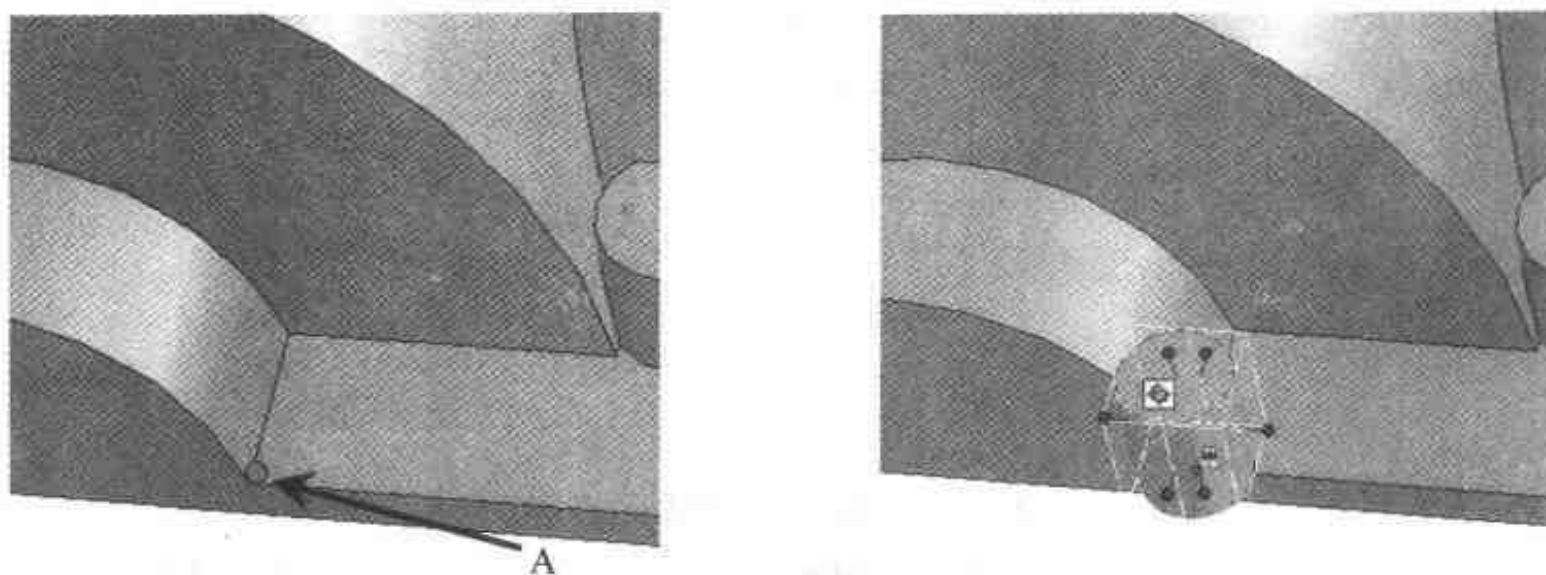

图 2.13 拖入一图素
- (4) 从【图素】设计元素库中向如图 2.13 所示交点 A 处拖入一个【圆柱体】智能图素，结果如图 2.13 所示。